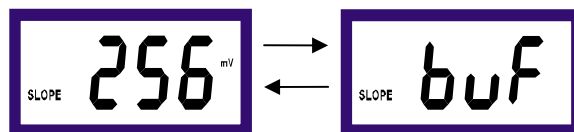

图 7-6
3、86mV 校准完成后，将电极从 86mV 标准缓冲液中取出，清洗干净并用滤纸吸干，然后将电极插入 256mV 标准缓冲液中，轻轻搅拌几下。等仪器显示数值稳定，按 **CAL** 键，仪表有测量数字闪烁，且屏幕左侧有 **SLOPE** 显示，仪表显示如图 7-6 所示：